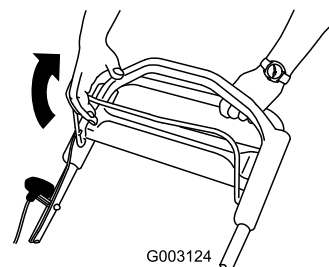

Рисунок 15
1. Потяните штангу управления ножами в направлении рукоятки (Рисунок 15).